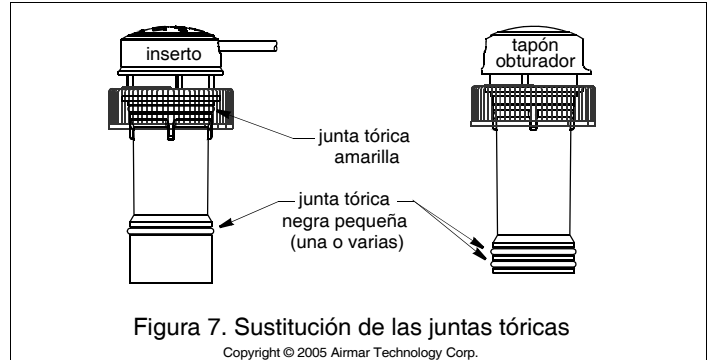

Figura 7. Sustitución de las juntas tóricas
1. Las juntas tóricas deben estar intactas y bien lubricadas para resultar estancas. En el tapón obturador, revise las juntas tóricas (cámbielas según sea necesario) y lubríquelas con el lubricante de silicona que se incluye o con vaselina (Vaseline®) (Figura 7).